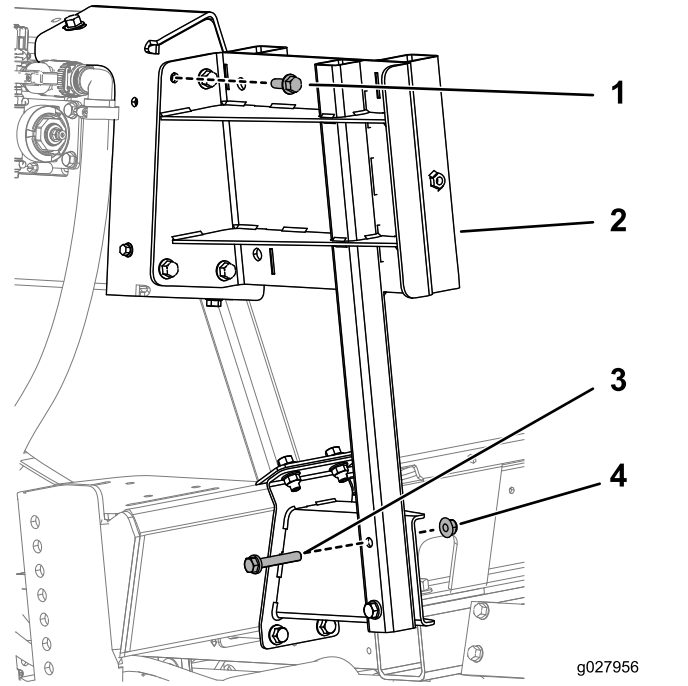

图 13
5. 如图 13 中所示使用 4 个螺栓 $\frac{3}{8}$ 英寸 - 16 x 1 英寸、2 个螺栓 $\frac{3}{8}$ 英寸 - 16 x 2 $\frac{1}{4}$ 英寸和 6 个凸缘螺母 $\frac{3}{8}$ 英寸 - 16 英寸将软管卷架支撑托架固定到上下支架上。